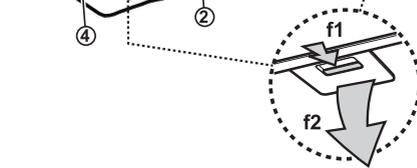

Fig. 2
2. Retirez les filtres à graisses - **Fig. 2** : pour cela, tirez vers le bas la poignée de décrochage à ressort (**f**) et sortez les filtres.
2. Retirez le filtre à graisses (**f** - **Fig. 2**).